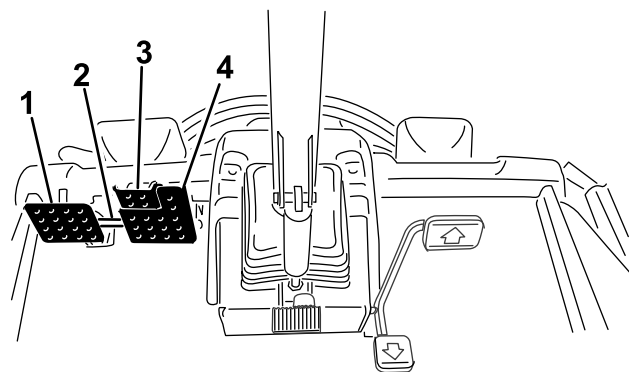

Рисунок 23
- Отсоедините фиксатор педалей (Рисунок 23).